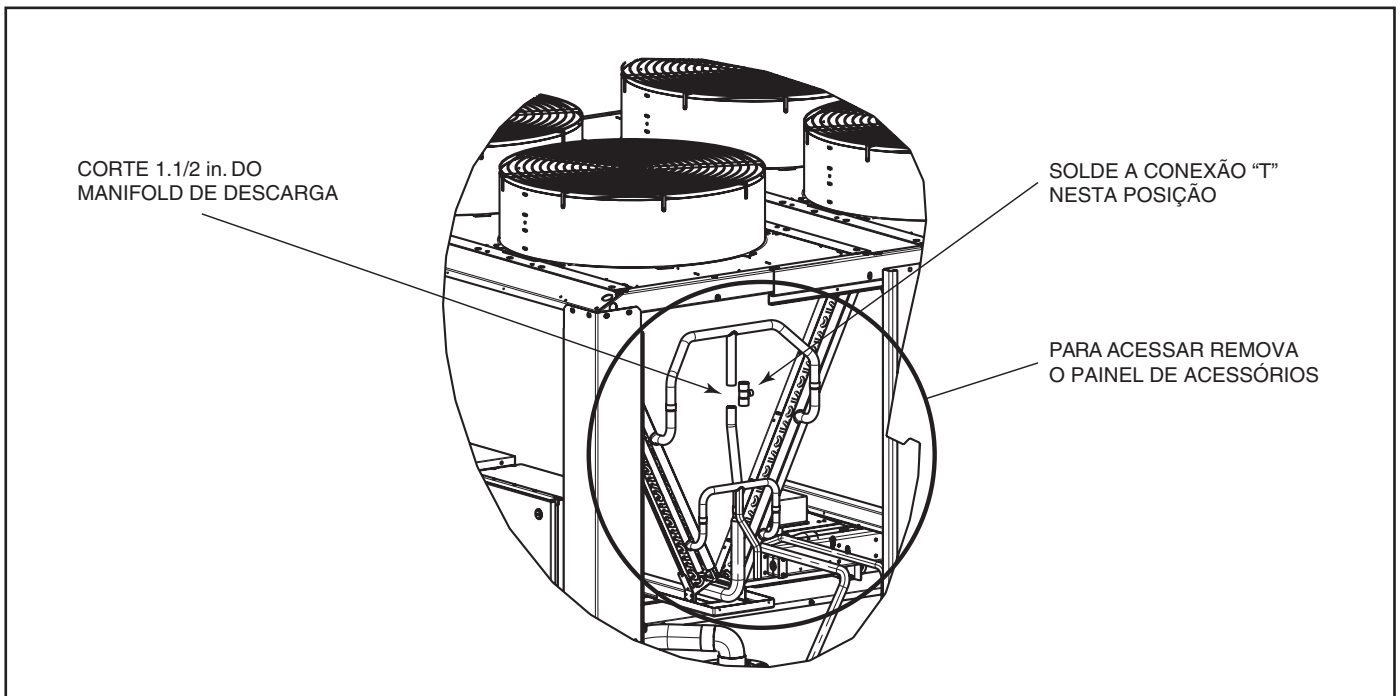

Fig. 48 - Soldagem de T e Modificação do Manifold de Descarga
4. Remova o painel de acessórios do manifold de descarga para tubulação de carga mínima na lateral da bobina V. Utilize um cortador de tubulação para cortar 38,1 mm (1.1/2 in.) do manifold de descarga para cada unidade. Consulte a Fig. 48. Solde um "Tê" entre a lacuna e, dependendo do roteamento da tubulação de passagem de gás quente, deixe a porta remanescente do "Tê" virado para a esquerda ou para a direita.